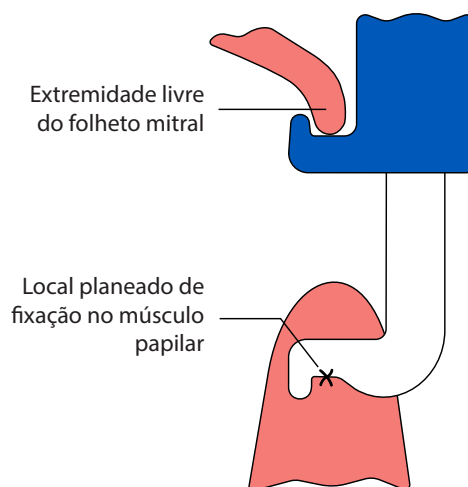

Figura 2:
- Utilize o cursor para estender o gancho papilar até ao local planeado de fixação no músculo papilar, tal como mostrado na Figura 2.